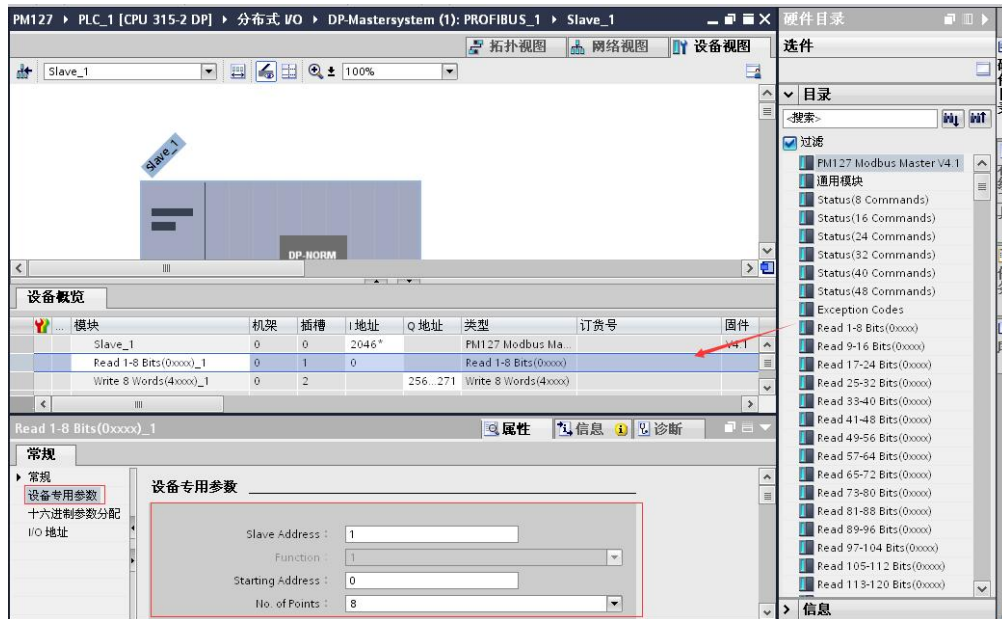

图 22 读数据块设置
3.7 从站参数设置完成, 添加输入/输出数据块, 点击项目窗口右上方“设备视图”, 在左上方选择设备窗口中选择从站 Slave-1 即 PM-127, 此时可从右侧目录窗口中选择输入输出数据块, 双击或将需要的数据块添加到设备概览窗口的槽位中。在下方常规窗口中, 单击“Read 1-8 Bits(0xxxx)_1”的读线圈的数据块, 会显示数据块的常规参数, 如下图 22 所示。